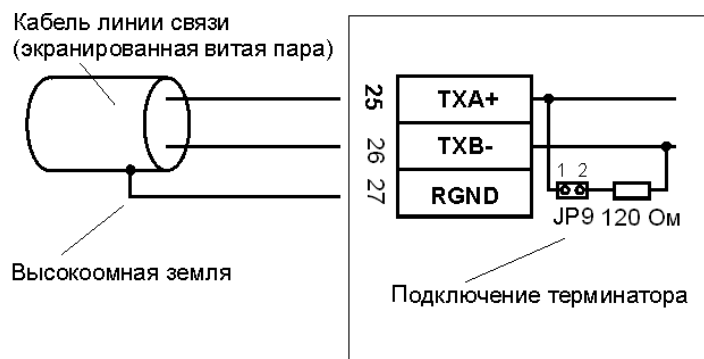

Рисунок 10.9 - Подключение интерфейса с помощью клеммно-блочного соединителя КБЗ-34-01, КБЗ-34Р-01 (КБЗ-34К-01, КБЗ-34С-01)
Подключение терминальных резисторов в контроллере №31 (рис.5.1) см. рисунок 10.9.
10.3.5.1 Подключение интерфейса с помощью клеммно-блочного соединителя КБЗ-34-01, КБЗ-34Р-01 (КБЗ-34К-01, КБЗ-34С-01) представлено на рис. 10.9.